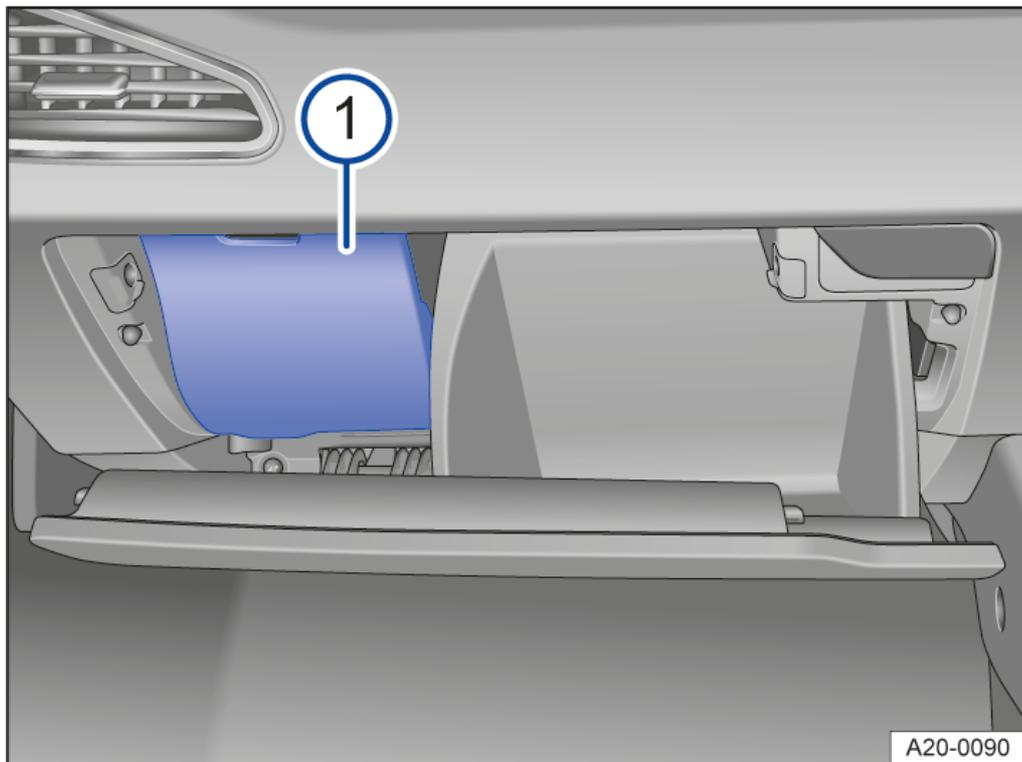

Abb. 3 Rechtslenker: Abdeckung des Sicherungskastens in der Instrumententafel auf der Beifahrerseite.
- Anschlagzapfen in Pfeilrichtung drücken und gleichzeitig Ablagefach weiter öffnen → Abb. 3 (1).
- Zum *Einbauen*: Ablagefach vorsichtig über den Widerstand des Anschlagzapfens hinweg nach vorn drücken → Abb. 3 (1). Bremsselement in die Öffnung der Halterung stecken und nach unten schieben, bis es hörbar einrastet → Abb. 2 (1).